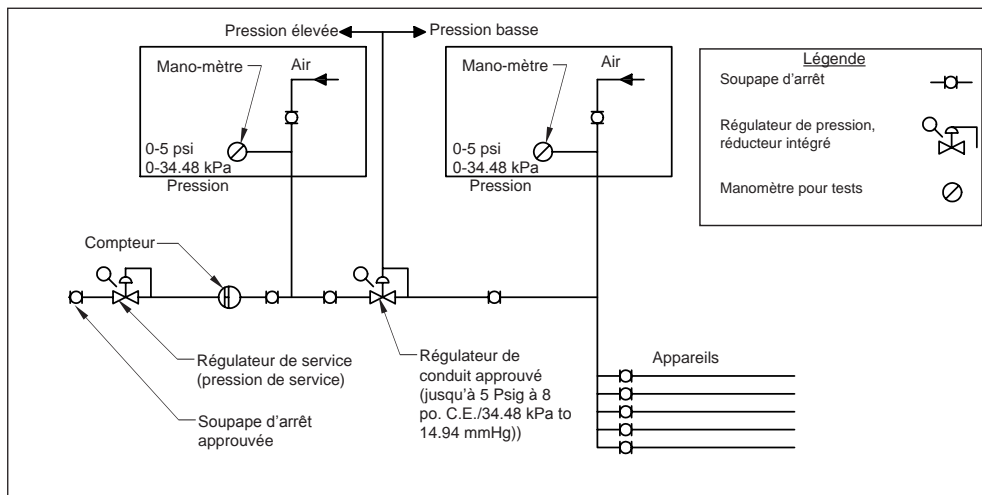

FIG. 6-1 Exigences De Tests De Pression Pour Systèmes Sous Pression Élevée
- Un système sous une pression de 2 psi (13.79 kPa) exige habituellement un test sous une pression de 3 psi (20.69 kPa), en accord avec les codes en vigueur. Le test peut être exécuté en une partie consistant à remplacer le régulateur par un tuyau de raccordement de longueur adéquate permettant de tester l'ensemble du système. Ou encore, en deux parties selon les directives décrites dans la **FIG. 6-1**.